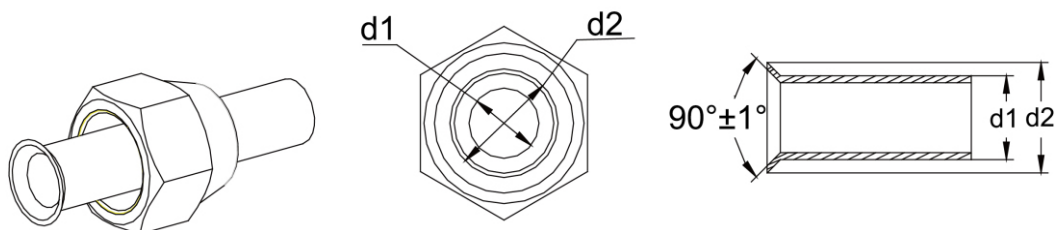

Fig. 12
- (1) Utilisez le coupe-tuyau pour découper le tuyau de raccordement s'il est déformé.
- (2) Orientez le tuyau vers le bas si des morceaux de ferraille pénètrent à l'intérieur au cours de la découpe. Éliminez les bavures après la découpe.
- (3) Retirez l'écrou d'évasement raccordant le tuyau de raccordement intérieur à l'unité extérieure. Utilisez ensuite l'outil d'évasement pour fixer l'écrou d'évasement dans le tuyau (comme indiqué dans la Fig.12).
- (4) Vérifiez si la pièce est évasée de manière uniforme et si elle présente des cassures.